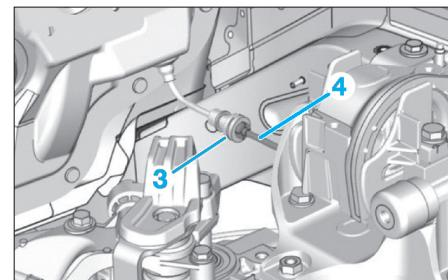

Fig. 6
- Ouvrir la vis de purge (2) et actionner à plusieurs reprises la pédale d'embrayage jusqu'à ce que le circuit soit vide.
- Déposer l'agrafe (3) afin d'écartier le tuyau (4) (Fig.6).